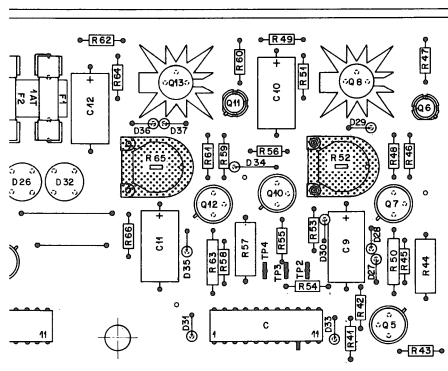

Fig. 4.2.-1
4.2. Abgleich der stabilisierten Speisespannungen (Fig. 4.2.-1)
4.2. Adjustment of stabilized supply voltages (fig. 4.2.-1)